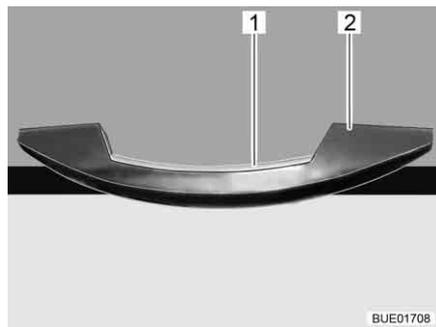
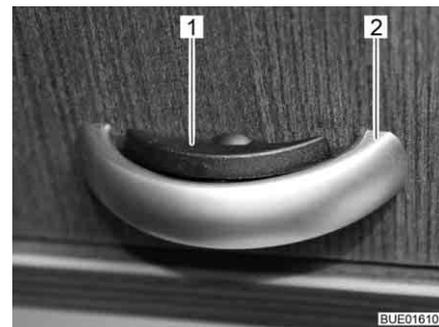

Fig. 54 Tirador con listón de desbloqueo (ejemplo)
Fig. 55 Tirador con listón de desbloqueo (alternativa)
- Presionar el listón de desbloqueo (Fig. 54,1 ó bien Fig. 55,1) y mantenerlo presionado.
- Tirar del tirador (Fig. 54,2 ó Fig. 55,2) hasta que la trampilla de mueble esté abierta.